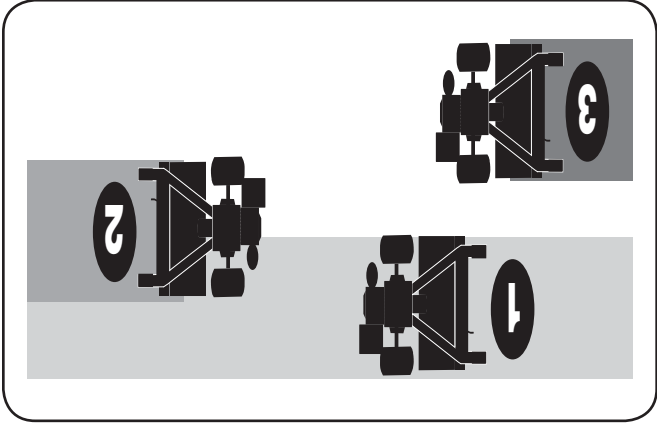

Figure 5-7
- Si les dimensions du jardin ne permettent pas de travailler dans le sens de la longueur puis dans le sens de la largeur, chevauchez le premier passage d'une demi-largeur du motoculteur, puis effectuez les passages suivants à un quart de largeur du motoculteur. (voir la Fig. 5-7).